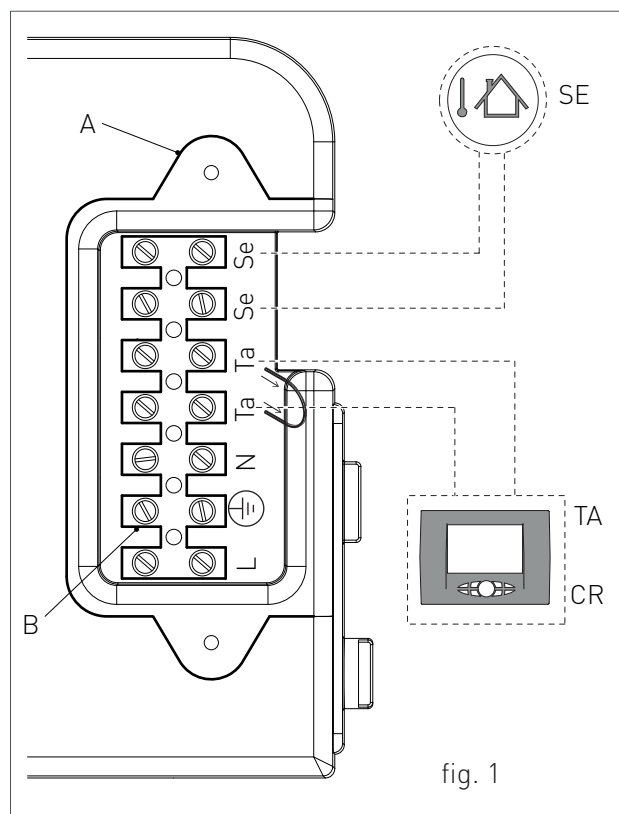

fig. 1
- › svitare le due viti e rimuovere il piastrino "A" (vedi fig. 1).
- › Una volta rimosso il piastrino effettuare i seguenti collegamenti sulla morsetteria "B" (vedi fig. 1):